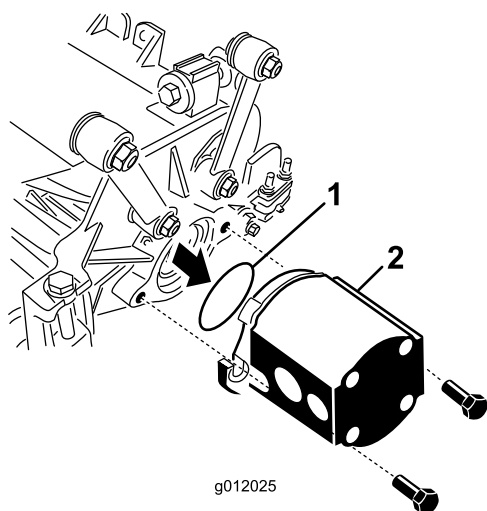

Figura 24
5. Insira o anel de retenção (fornecido com a unidade de corte) no friso do motor de transmissão (Figura 24).
6. Monte o motor na extremidade de accionamento da unidade de corte e fixe-o com os dois parafusos fornecidos (Figura 24) com a unidade de corte.